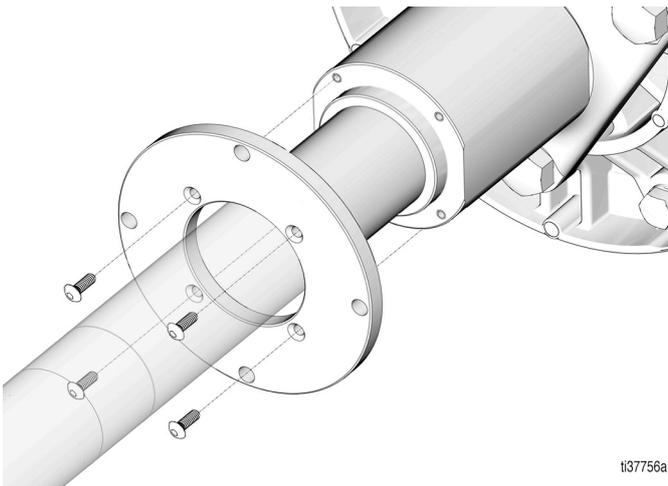

图 35
25. 更换安装板 ( 图 35 ) 。
26. 更换固定安装法兰 (7) 的四个螺丝 ( 扭矩 60 - 70 in-lb/6.8 - 7.9 N•m ) ( 图 35 ) 。